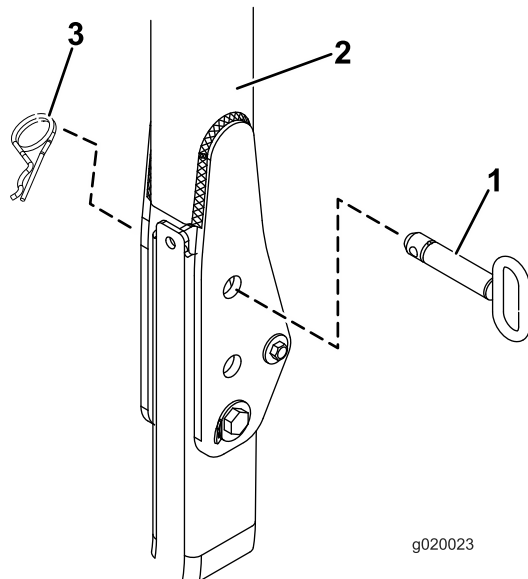

Bild 29
2. Für Zugmaschinen des Typs **Reelmaster 3555 und 3575**, springen Sie zu Schritt 10. An allen anderen Modellen klappen Sie den Überrollbügel hoch und entfernen Sie die Splinte und die zwei Stifte (**Bild 29**).